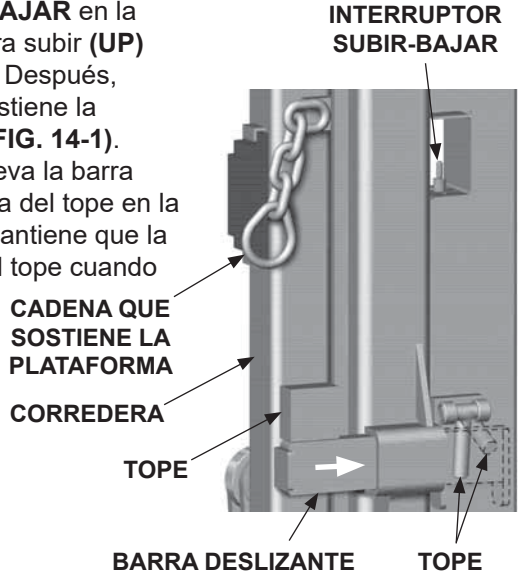
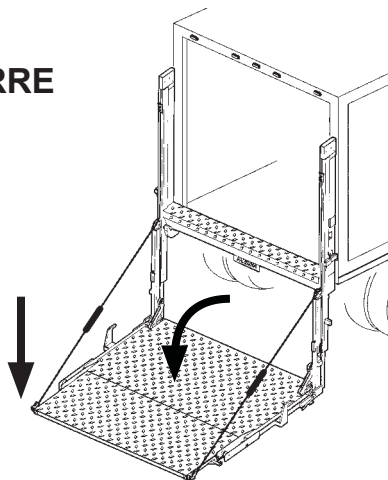

FIG. 14-1
FIG. 14-2
1. Utilice el interruptor **SUBIR-BAJAR** en la columna lateral a la acera para subir (**UP**) las correderas fuera del tope. Después, desconecte la cadena que sostiene la plataforma en la plataforma (**FIG. 14-1**). Siguiendo, eleve el tope y mueva la barra deslizante en la columna fuera del tope en la corredera (**FIG. 14-1**). Esto mantiene que la barra deslizante esté lejos del tope cuando desciende la plataforma.
2. Utilice el interruptor **SUBIR-BAJAR** (**FIG. 14-1**) para descender la plataforma al suelo (**FIG. 14-2**). La plataforma se despliega mientras desciende.
4. Utilice el interruptor **DOBLAR-DESPLEGAR** (**FIG. 15-2**) cerca de la base de la columna para desplegar la plataforma. Luego, use el interruptor **SUBIR-BAJAR** (**FIG. 14-1**) para bajar la plataforma al suelo (**FIG. 14-2**).